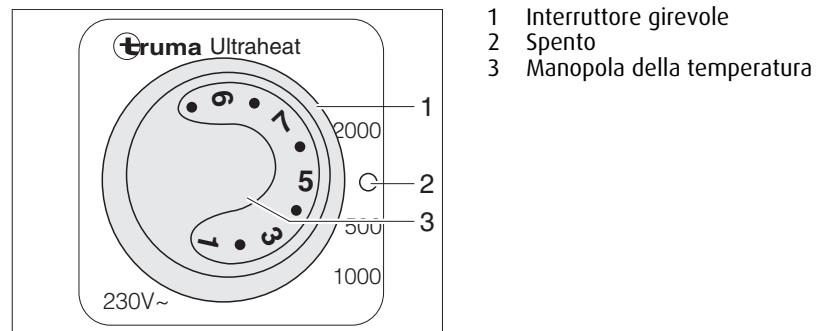

Fig. 115 Elemento di regolazione riscaldamento supplementare elettrico Ultraheat
- Posizionare l'interruttore girevole (Fig. 115,1) sul grado di potenza desiderato (500, 1000 o 2000 W).
- Posizionare la manopola della temperatura (Fig. 115,3) sulla potenza desiderata.
- Posizionare l'interruttore girevole (Fig. 115,1) su "O" (Fig. 115,2).